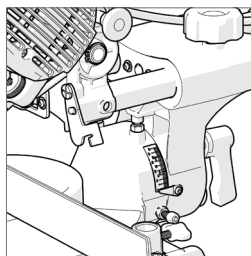

Fig. 12
- Accertarsi che la testina di taglio poggi verticalmente contro la rispettiva battuta e che l'indicatore dell'angolo di inclinazione indichi sulla scala graduata 0°. (**Fig. 12**)